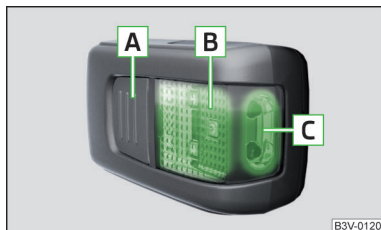

Abb. 152
Beschreibung der Leuchte » Abb. 152
- Zum **Einsetzen** der herausgenommenen Leuchte die Taste **A** drücken » Abb. 152. Durch erneutes Drücken wird die Leuchte **ausgeschaltet**.
Wird die Leuchte nicht ausgeschaltet und korrekt in die Halterung eingesetzt, dann werden die LED-Leuchtmittel im vorderen Teil der Leuchte **C** » Abb. 152 automatisch ausgeschaltet.